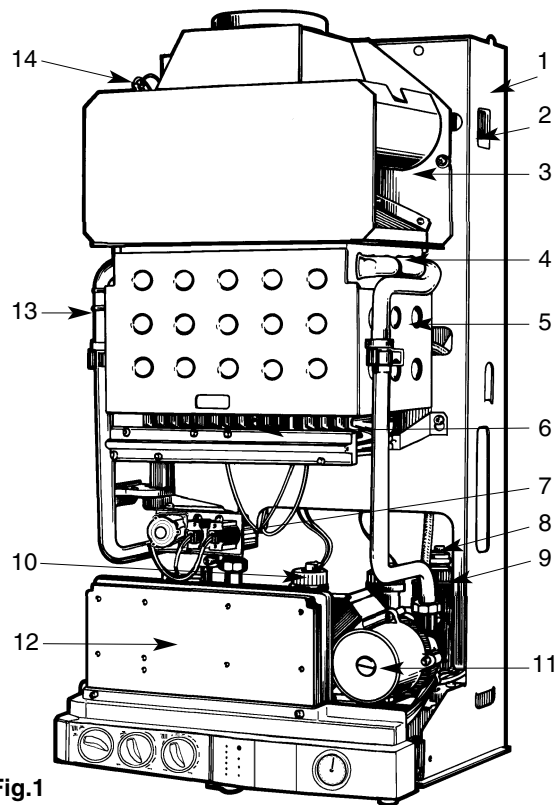

Fig.1
- 13. - Sécurité de surchauffe (fig. 1, page 4)
- 14. - Sécurité de débordement (fig. 1, page 4)